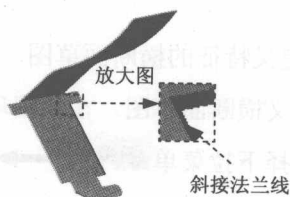

图 1.14 斜接法兰线
(1) 选择命令。选择下拉菜单 **插入(I)** → **钣金(B)** → **斜接法兰(F)...** 命令 (或单击“钣金”工具栏上的“斜接法兰”按钮 ), 系统弹出“信息”窗口。在绘图区选取图 1.14 所示的边线为斜接法兰线, 此时系统自动生成基准面 2, 并进入草图环境。